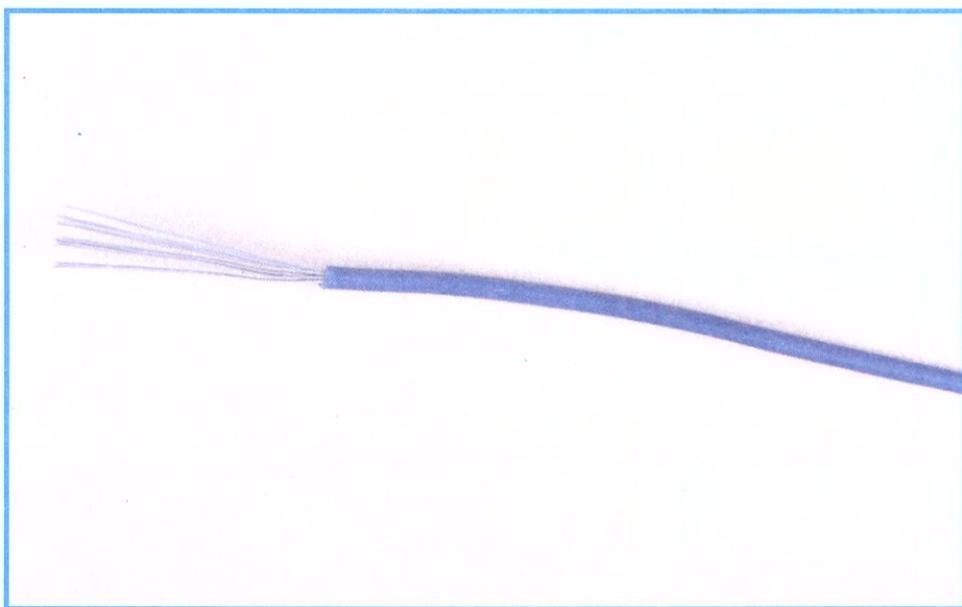

Figura 6 - Cabinho estanhado.
**Cabinho estanhado:** muito usado em circuitos eletrônicos, em diversos pontos onde não haja o risco de captação de roncões ou zumbidos, ou não tenha a presença de sinais. Também possuem bitolas que devem ser determinadas em  $\text{mm}^2$  (figura 6).